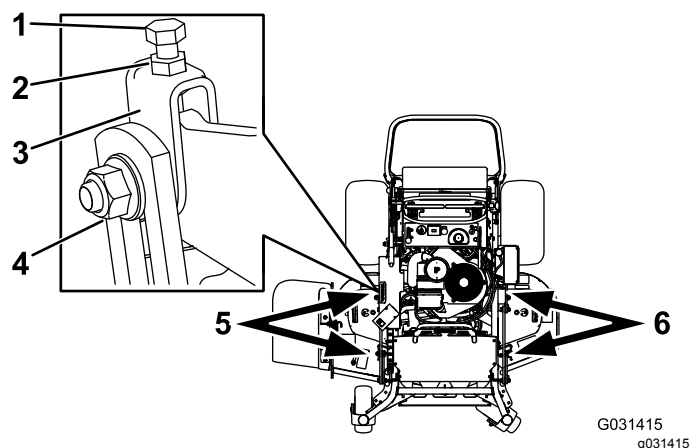

Figura 88
1. Allentate il dado laterale e il controdado nelle forcelle che desiderate regolare (Figura 88).
2. Ruotate il bullone superiore delle forcelle per regolare l'altezza del piatto di taglio (Figura 88).